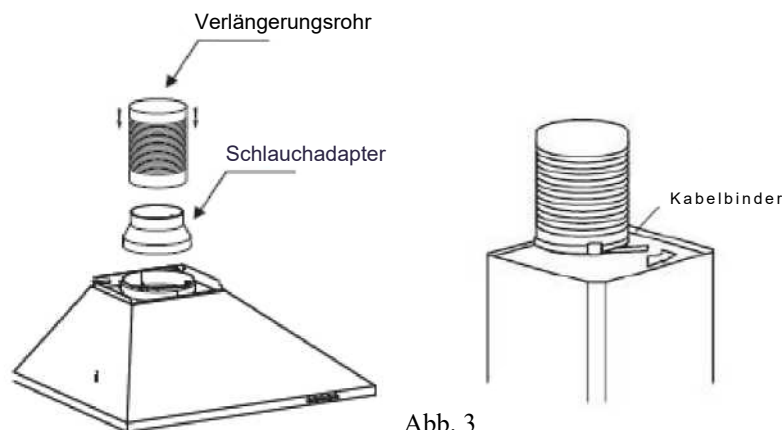

Abb. 3
5. Montieren Sie das Verlängerungsrohr (**nicht im Lieferumfang enthalten**) und den Schlauchadapter am Luftauslass. Hinweis: Das Verlängerungsrohr ist nicht im Umfang des Produktes enthalten. Siehe Abb. 3